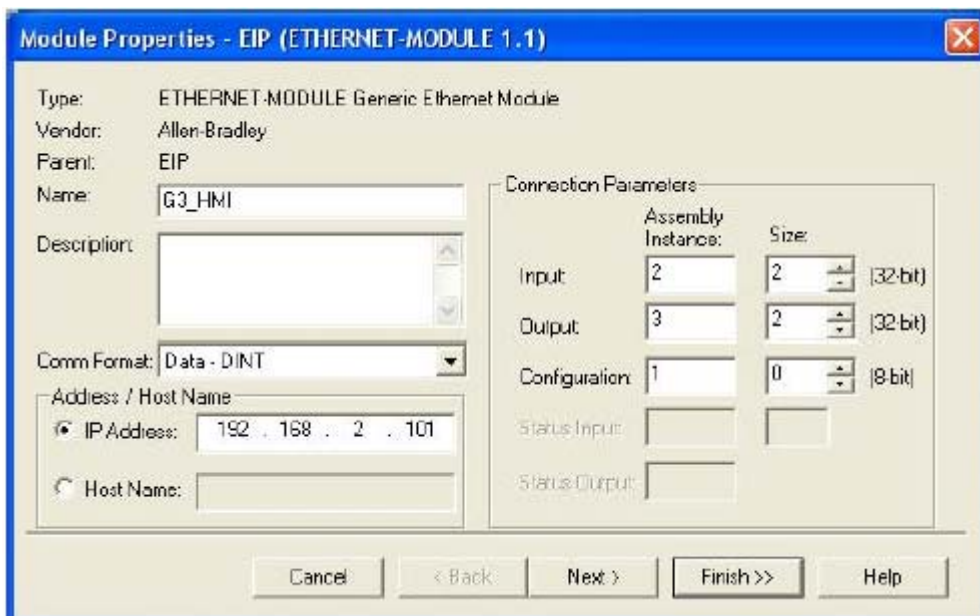

FIG. 73. Instellingen van de ethernetmodule
- d. Klik op OK. Het venster met module-instellingen zal geopend worden. Zie FIG. 73.
- e. Geef in het naamvak een beschrijvende naam in om de module te identificeren. Zie FIG. 73.
1. **Ethernetinstellingen.** Stel het IP-adres in op 192.168.2.101. Dit zou moeten overeenkomen met de adres-/hostnaam ingegeven in FIG. 73.